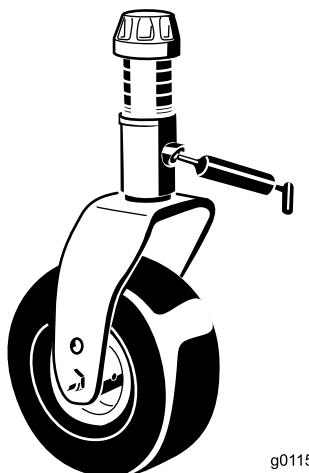

Figura 15
- Casquilhos do eixo da forquilha da roda giratória (4) (Figura 15).